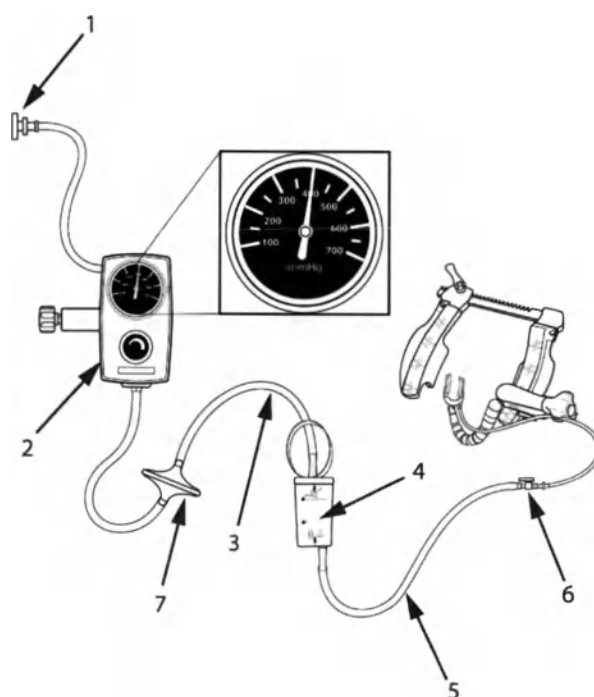

Abbildung 5: ACROBAT-4 Vakuumstabilisierungssystem
5. Den BLAUEN Luer-Anschluss des Schlauchsets des ACROBAT-i-Stabilisators am BLAUEN Luer-Anschluss der Vakuumschläuche des ACROBAT-i-Stabilisators anbringen. Das andere Schlauchende des Schlauchsatzes am unteren Steckanschluss des ACROBAT-i-Sammelbehälters bzw. eines anderen Sammelbehälters (im Lieferumfang nicht enthalten) anschließen. Sicherstellen, dass der Sperrhahn zur Luft hin geschlossen ist. Das Schlauchset mit dem Filter, der oben am Sammelbehälter angeschlossen ist, sollte anschließend an eine regulierte Vakuumquelle angeschlossen werden. Den Vakuumregler auf 400 mmHg einstellen. Die einwandfreie Schlauchverbindung und Systemeinrichtung sind in Abbildung 5 dargestellt.